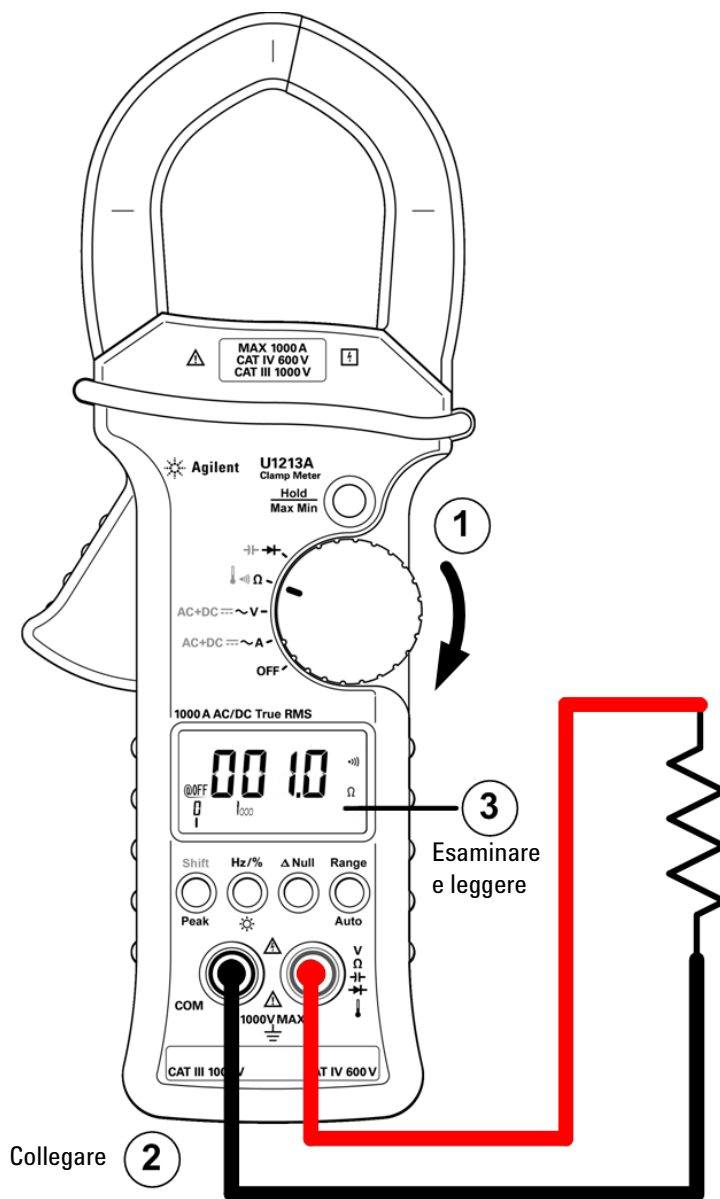

Figura 2-4 Test di continuità
- 4 Per eseguire il test di continuità, premere **Shift** una volta (vedere Figura 2-4 a pagina 24). Un segnale acustico indicherà che la resistenza è inferiore a $10,0 \Omega$.